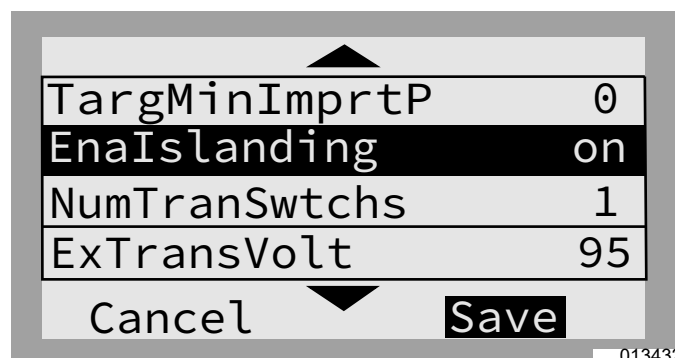
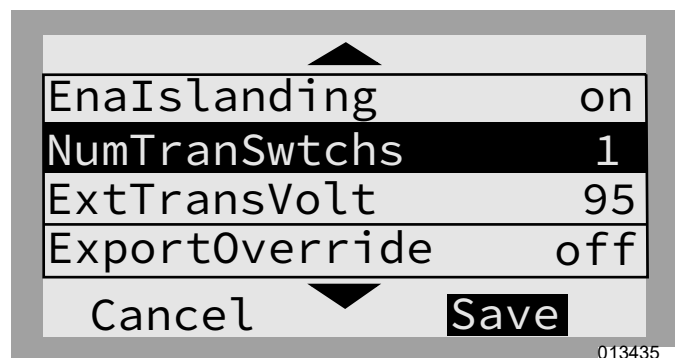
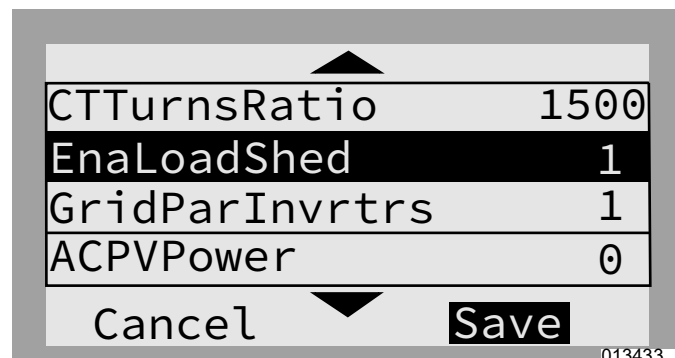

Figura 7-19. PV + Almacenamiento: Todo el hogar (1 de 3)
Figura 7-20. PV + Almacenamiento: Todo el hogar (2 de 3)
Figura 7-21. PV + Almacenamiento: Todo el hogar (3 de 3)
- Consulte la Figura 7-19, la Figura 7-20 y la Figura 7-21. "Mod. Settings" del inversor: